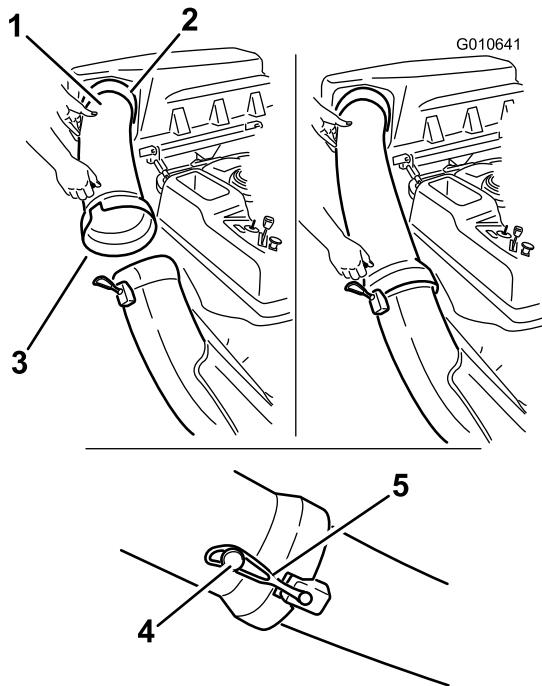

図 21
1. 排出チューブの湾曲した方の端部をバガートップの開口部に差し込む図 21。
2. 排出チューブの広口側端部をシートに接続する。シートに付いているゴム製のストラップを排出チューブのペグに止めて固定する図 21。